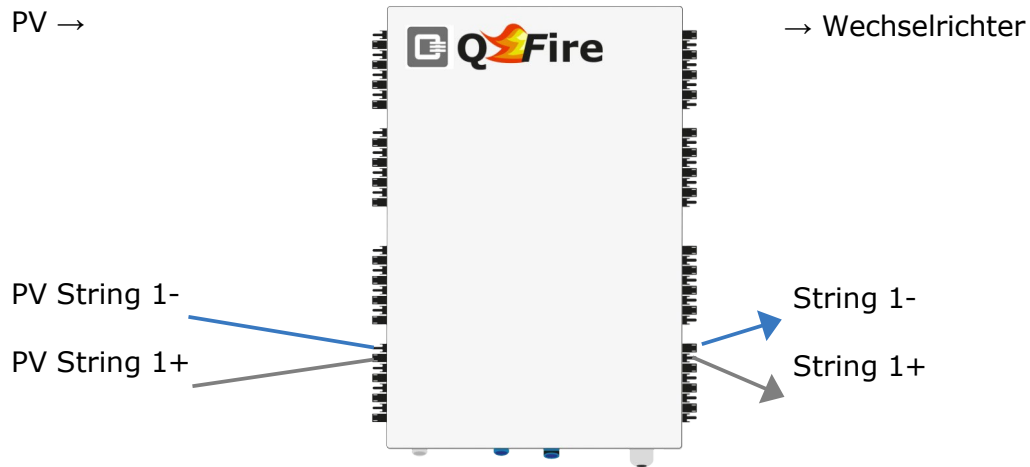

Abbildung 16: Anschlüsse Schaltbox
2. Strings mit MC4 Steckern an der Schaltbox anschließen, siehe Abbildung 16:
- Alle Strings ab der Schaltbox (rechte Schaltbox-Seite siehe Abbildung 16) müssen nun spannungsfrei sein.